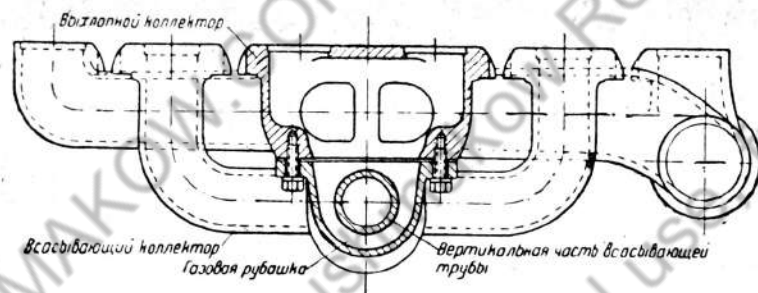

Рис. 30. Всасывающая труба с рубашкой для подогрева
**Всасывающая труба.** Для ускорения прогрева двигателя и улучшения испарения бензина вертикальная часть всасывающей трубы окружена рубашкой, соединенной с выхлопной трубой (рис. 30).